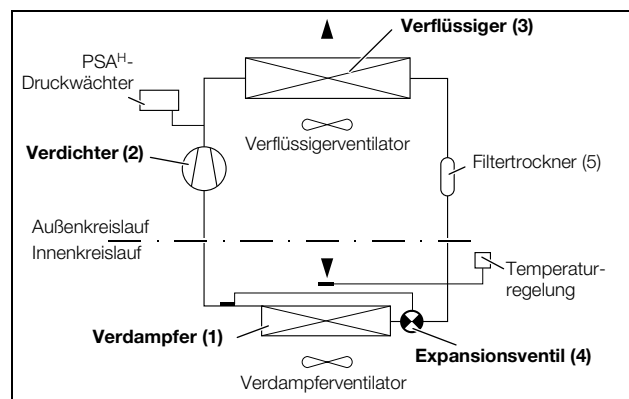

Abb. 2: Kältekreislauf
Das Kühlgerät (Kompressionskälteanlage) besteht aus den vier Hauptbestandteilen (vgl. Abb. 2): Verdampfer (1), Kältemittelverdichter (Kompressor) (2), Verflüssiger (Kondensator) (3) sowie dem Regel- bzw. Expansionsventil (4), die durch Rohrleitungen miteinander verbunden sind.